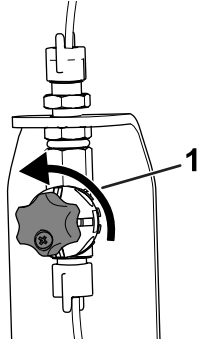

Bild 23
5. Öffnen Sie das Einstellventil für die Schaumdichte bei der ersten Verwendung um eine Achtel- bis Vierteldrehung nach links (Bild 23).